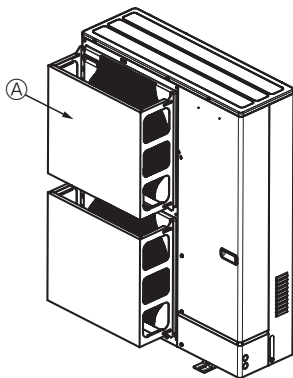

Fig. 2-4
- ② Монтирайте допълнително предпазно направляващо устройство на изхода за въздух, ако тялото е монтирано на място, където силни ветрове от тайфуни и др. могат директно да влязат в изхода за въздух. (Fig. 2-4)